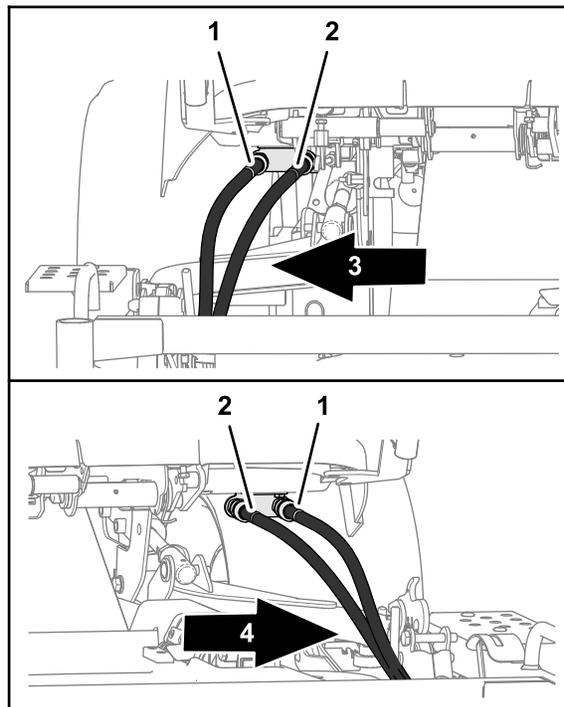

図 114
4. トラクションユニットの左右から油圧ホースを外す 図 114。
色の識別マークがついているに接続する 図 114 刈り込みデッキの取り外し \(ページ 73\)を参照。
- B. 赤色の識別マークがついている油圧ホースを、外側のクイックディスコネクトカップラ赤色の識別マークがついているに接続する 図 114 刈り込みデッキの取り外し \(ページ 73\)を参照。